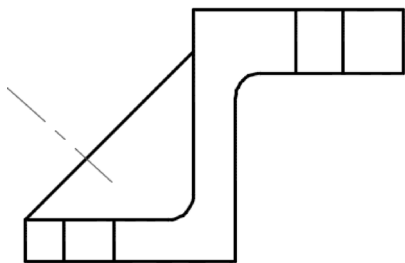

图 13-26 绘制一条倾斜的中心线
18) 绘制一条中心线。从“图层”面板的“图层”下拉列表框中选择“细点画线”层作为当前图层，按〈F8〉键以取消“正交”模式，使用 LINE 命令在上方的视图中通过大致指定的两个点绘制一条倾斜的中心线，如图 13-26 所示。